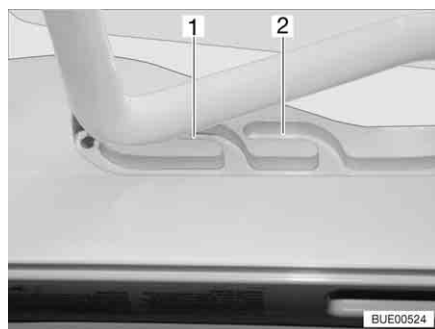

Fig. 21 Oblò inclinabile in posizione di ricircolo d'aria
È possibile portare l'oblò inclinabile in due posizioni di ricircolo d'aria: Posizione brutto tempo (Fig. 21,1) e posizione centrale (Fig. 21,2).
- Premere la staffa leggermente verso l'alto e spingerla nella guida selezionata (Fig. 21,1 o 2).